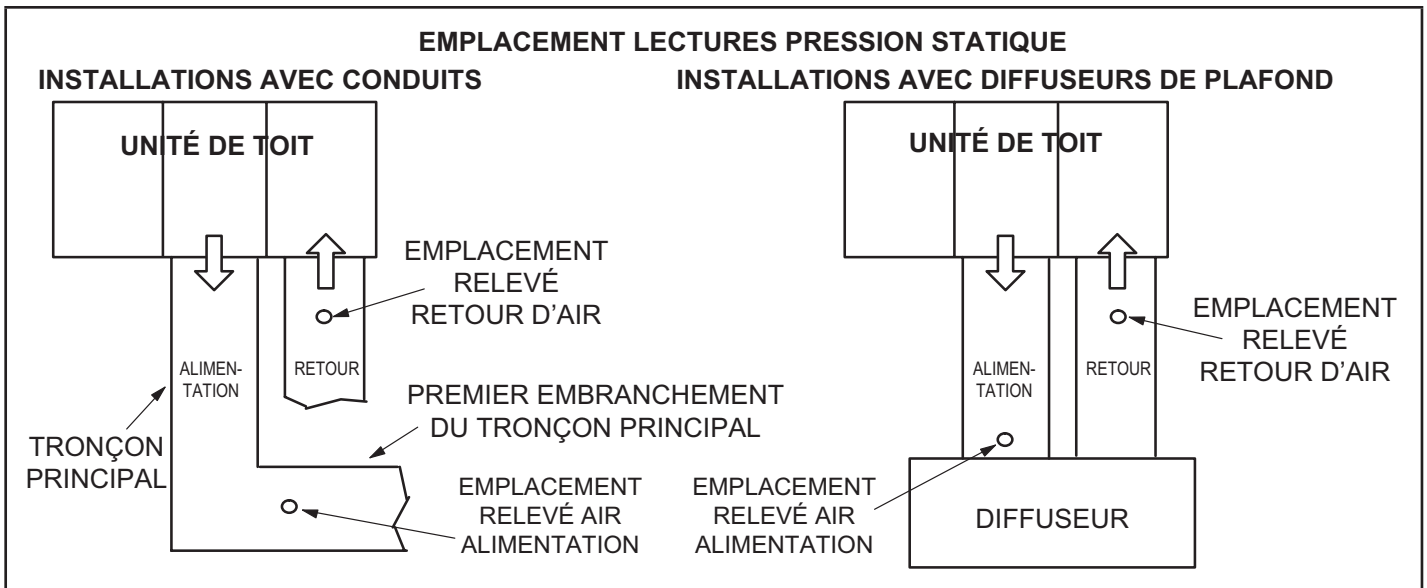

FIGURE 20
- 2- Avec tous les panneaux d'accès en place, mesurer la pression statique à l'extérieur de l'unité (depuis l'alimentation jusqu'au retour). Les données de rendement du ventilateur sont basées sur les mesures de pression statique réalisées aux endroits indiqués à la FIGURE 20.